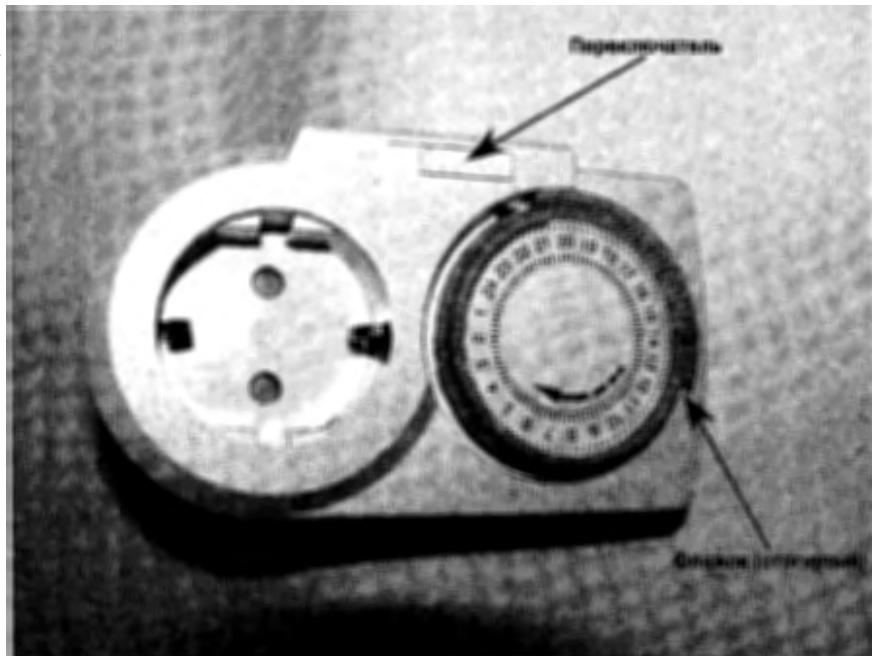
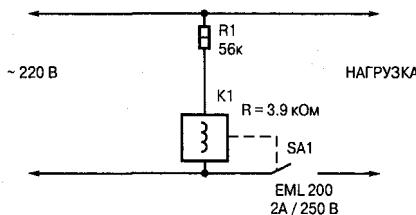
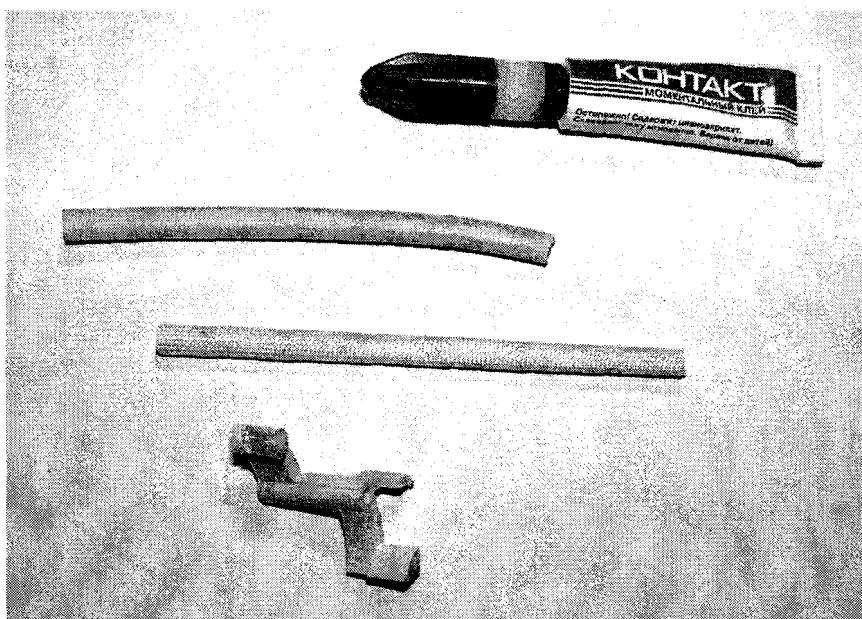

Рис. 5.9. Внешний вид электромеханического таймера
Рис. 5.10. Электрическая схема таймера
Рис. 5.12. Внизу находится управляющий рычаг, в середине — полихлорвиниловые изоляционные трубки, вверху — моментальный клей
Среди многочисленных моделей механических таймеров особое внимание занимает модель BST-59549 китайского производства. Фотография этого таймера представлена на Рис. 5.9.
- Части устройства таковы, что в нем практически нечему ломаться (выходить из строя), что подтверждает электрическая схема прибора, представленная на Рис. 5.10.
Флажками (они хорошо видны на Рис. 5.9) устанавливают время включения нагрузки. Отогнутый флажок означает включение нагрузки на 15 мин. Соответственно два отогнутых флажка означают включение нагрузки на 30 мин, 5 флажков — на 1 ч 15 мин и так далее. Если между отогнутыми флажками (установленными по часовой стрелке по кругу с метками времени) не будут встречаться нормально загнутые (в
На фото хорошо видна катушка К1, ограничительный резистор и система шестерёнок. Одним из важных элементов конструкции является включатель (обозначенный на **Рис. 5.10** SA1). Он представляет собой микропереключатель EML200 (очень похожий внешне на отечественный микропереключатель МП-1, МП1-3 и аналогичные), способный коммутировать ток до 2 А и напряжение 250 В (эти данные вместе с маркировкой нанесены на корпус микропереключателя). Переключатель SA1 механически управляет рычагом из пласти массы, который хорошо виден на фото с **Рис. 5.12**.
Эта неисправность происходит из-за нечёткого давления рычажка (см. Рис. 5.12, внизу) на кнопку микропереключателя SA1 в момент воздействия на рычажок установочного флагжка. Причины неисправности — нарушение правил эксплуатации ЭМТ. В правилах по эксплуатации (переведённых на русский язык) чётко написано, что программировать время включения/отключения таймера с помощью установочных флагжков следует при отключенном питании (220 В) и в положении «0» принудительного переключателя (хорошо видного на Рис. 5.9). Если эти несложные правила нарушить (что случается сплошь и рядом) таймер начинает работать неправильно.
Рычажок (см. Рис. 5.12, внизу) *аккуратно вынимают пинцетом* и на его направляющую часть (соприкасающуюся в конструкции с кнопкой микропереключателя SA1) надевают полихлорвиниловую (или из иного материала) изоляционную трубку с внутренним диаметром 4 мм. Для фиксации или в том случае, когда трубку диаметром 4 мм найти не удалось, но есть изоляционная трубка чуть большего диаметра, её приклеивают к рычажку моментальным kleem, *аккуратно* нанеся на рычажок каплю и дав просохнуть 1 мин.